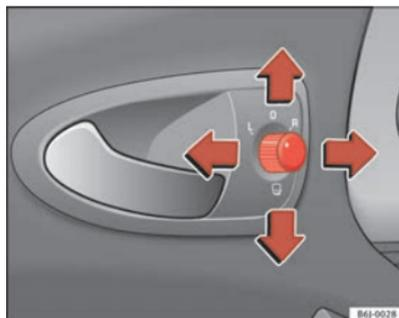

Fig. 65 Comando dos retrovisores exteriores
1. Rodar o botão giratório ⇒ fig. 65 para a posição **L** (espelho retrovisor esquerdo).
- Rodar o comando ⇒ página 109, fig. 65 até à posição  para rebater os retrovisores exteriores. Para evitar danos no veículo, deve recolher os retrovisores exteriores sempre que o veículo entre num túnel de lavagem automática.